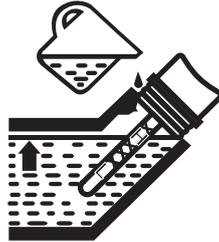

Abb. 2
3. Füllen Sie geeignetes Öl (ca. 0,6 l) in den Öltank ein. Überfüllen Sie den Tank nicht (Abb. 2).
4. Setzen Sie den Öltankdeckel (8) ein und überprüfen Sie, dass das Öl maximal bis zur oberen Markierung (H) des Ölmesstabs reicht.